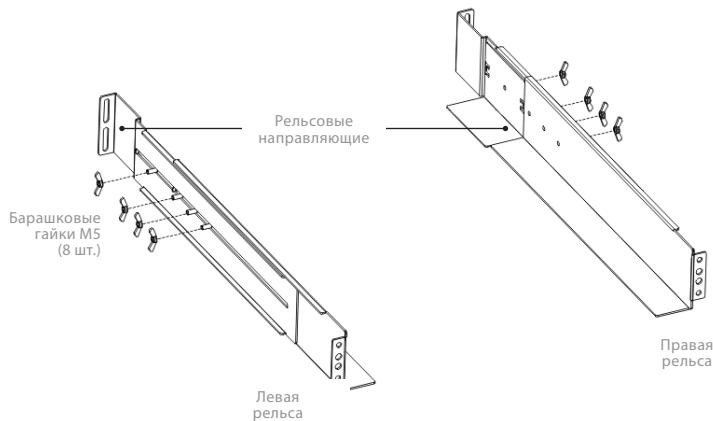

Рис. 1. Крепление направляющих
а. Установите левую и правую рельсу на задние направляющие, как показано на рис.1. Не затягивайте винты.
- c. Затяните четыре барашковые гайки M5 сбоку от направляющей (см. рис. 1).